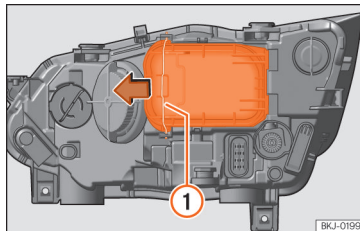

Abb. 104 Im Motorraum: Abdeckung entfernen.
- Die Strebe » **Abb. 104** **1** in Pfeilrichtung verschieben und den Deckel abnehmen.